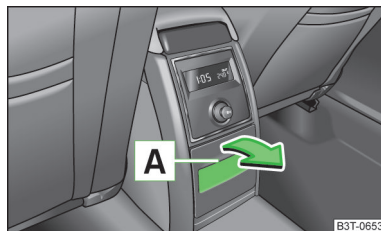

Fig. 77
- Tirar de la parte superior de la cavidad **A** » fig. 77 y abrir el compartimento en el sentido de la flecha.